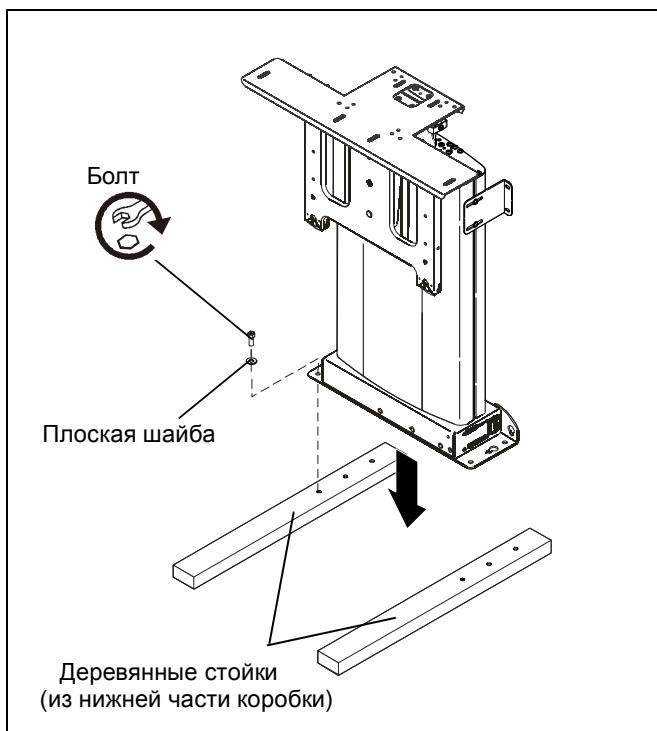

рис. 1
3. Положите две деревянные стойки на пол и выполните монтаж СМ2С40C40 к стойкам с использованием четырех плоских шайб $5/16"$ и четырех болтов $5/16" \times 2 1/2"$ (поставляются с оборудованием). (см. рис. 1)